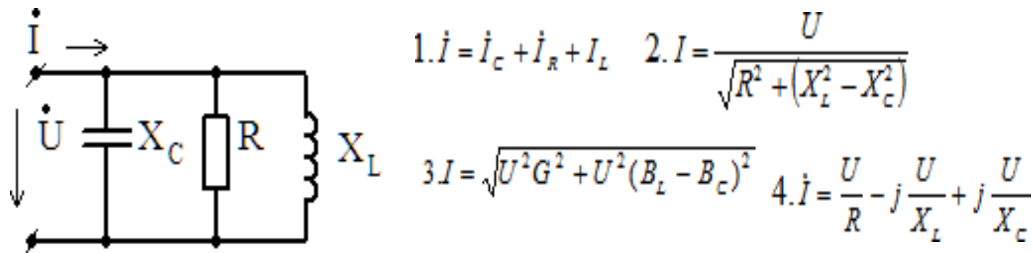

Рис.4
54. Какое из выражений непригодно для определения тока I в неразветвленной части цепи (рис.4)?
76. Определить показания вольтметров V1 и V2 (Рис.4), если $E=200 \text{ В}$; $R=99 \text{ Ом}$; $r_0=1 \text{ Ом}$. Сопротивление соединительных проводов равно 0.